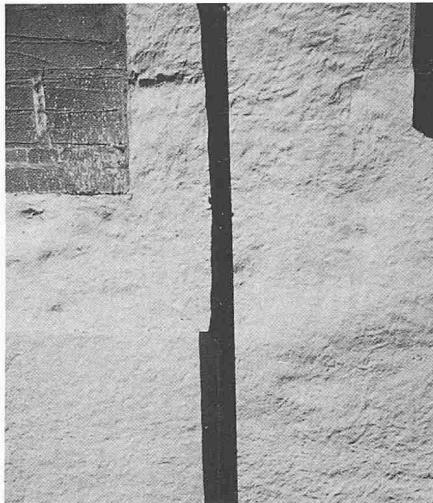

Bild 14. Abgesackter Verputz, gestrichen. (Schloss Holligen, Bern 1982)
- *Grundputz abgesackt.* Der gleichmässig angeworfene Mörtel wird mit einem faustgrossen Juteballen so bearbeitet, dass eine geschlossene, aber unebene Oberfläche entsteht. Sie kann roh belassen oder gestrichen werden (Bild 14).